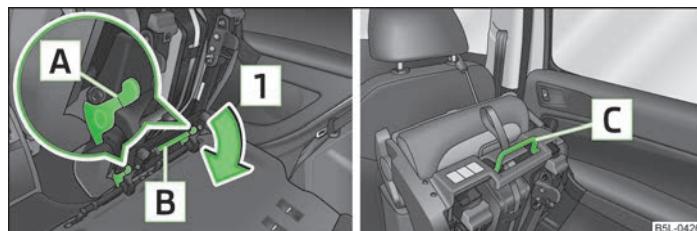

Fig. 52 Deblocarea scaunului rabatat spre înainte / mânerile de pe suprafața de șezut
- > Deblocarea scaunului rabatat spre înainte, prin apăsarea elementelor de blocare A în sensul săgeții 1 » fig. 52.
- Rabatați scaunul lateral spre înainte » pagina 61 și deblocați-l » fig. 52 la pagina 61.